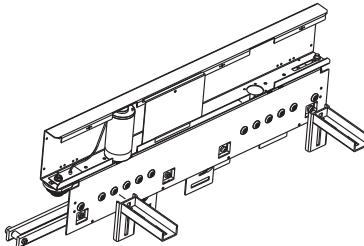

FIG. 2
1. Fixer les brides à l'opérateur comme il est montré à la Figure 2.